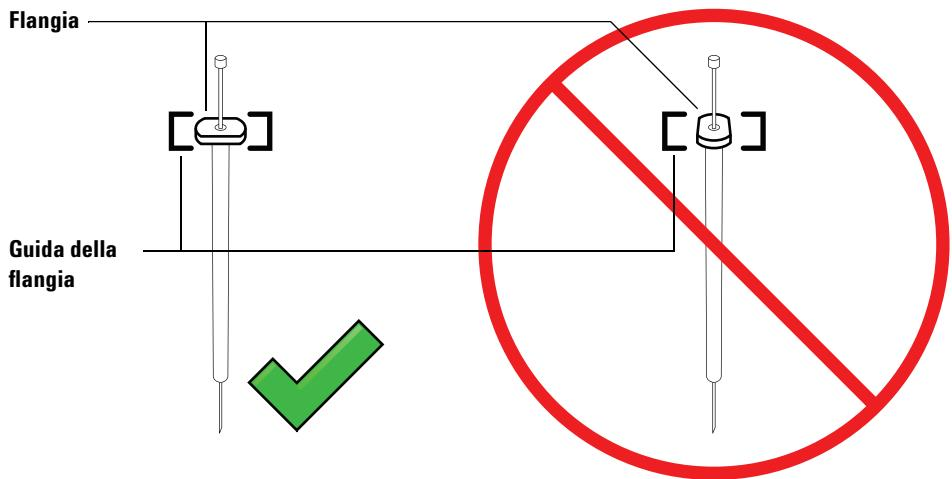

Figura 68 Orientamento della flangia della siringa
- 7 Allineare la flangia della siringa alla guida della flangia e inserire la siringa tenendo l'ago nel foro della base di supporto. Assicurarsi che il bordo piatto della flangia della siringa sia rivolto verso l'esterno (**Figura 68**).